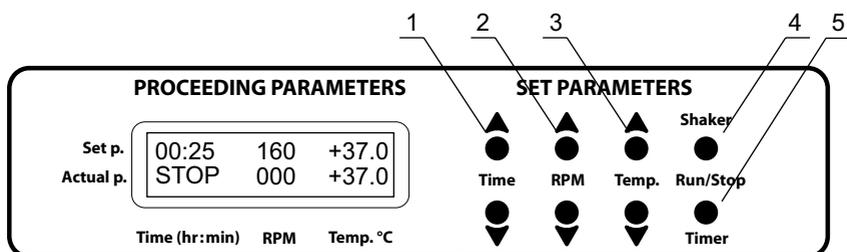

Рис. 2. Панель управления
- 4.3. С помощью соответствующих кнопок **Time** ▼ и ▲ (рис. 2/1) установите необходимое время (шаг – 1 мин.). Если кнопка удерживается нажатой более 3 сек., скорость смены значений увеличивается.
- 4.4. С помощью соответствующих кнопок **RPM** ▼ и ▲ (рис. 2/2) установите необходимую скорость (шаг – 10 об/мин.). Если кнопка удерживается нажатой более 3 сек., скорость смены значений увеличивается.
- 4.5. С помощью соответствующих кнопок **Temp.** ▼ и ▲ (рис. 2/3) установите необходимую температуру (шаг – 0.1°C). Если кнопка удерживается нажатой более 3 сек., скорость смены значений увеличивается.
- 4.7. Нажмите кнопку **Shaker-Run/Stop** (рис. 2/4). При этом начинается движение платформы, и таймер начнет отсчет установленного интервала времени (с точностью до 1 мин.).
Внимание! По истечении заданного интервала времени движение платформы прекращается автоматически, но термостатирование можно отключить, только сокращая температуру кнопкой **Temp.** ▼ (рис. 2/3 – нижняя кнопка) до появления индикации OFF в верхней части дисплея.
- 4.10. При необходимости можно перезапустить таймер во время работы. Для этого дважды нажмите кнопку **Timer-Run/Stop** (рис. 2/5) (первый раз для остановки таймера, второй – для повторного запуска).